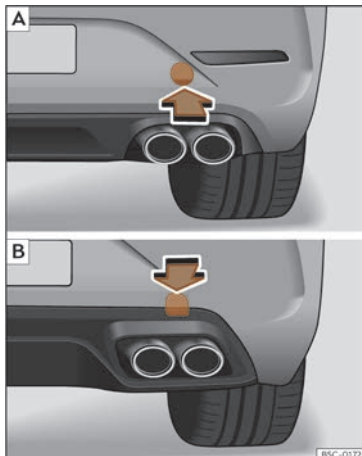

Fig. 50 Du côté droit du pare-chocs arrière : retirer le cache. [A] Leon Sportstourer; [B] Leon.
Le logement de l'œillet de remorquage à visser se trouve sur la partie droite du pare-chocs arrière, derrière un cache» **fig. 50**.
- *Leon Sportstourer* : Appuyez sur la partie inférieure du cache» **fig. 50 [A]** afin de le dégager. *Leon* : Appuyez sur la partie supérieure du cache» **fig. 50 [B]** afin de le dégager.